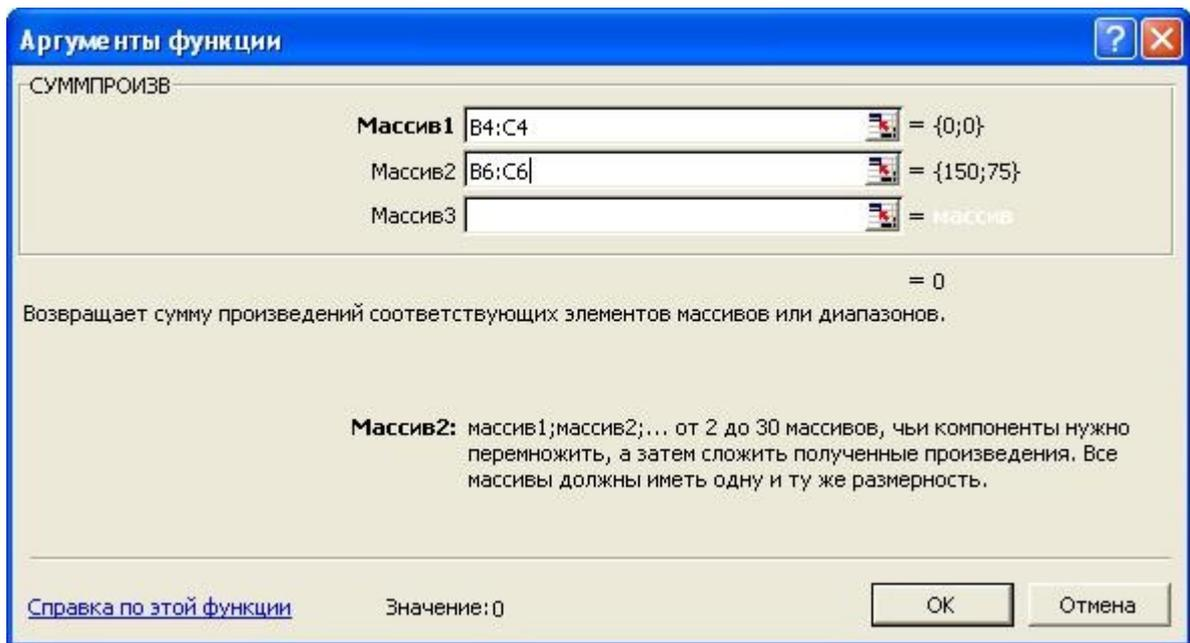

Рисунок 4
- в появившемся окне **«СУММПРОИЗВ»** в строку **«Массив 1»** введите выражение **B\$4:C\$4**, а в строку **«Массив 2»** – выражение **B6:C6** (рис. 4);